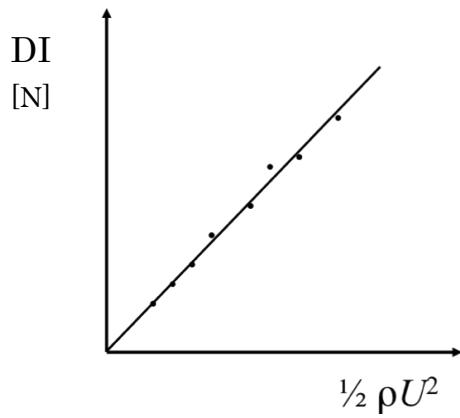

図4 円柱に働く抗力値
- (1) 実験 1 : 円柱および翼において、それぞれ表 1, 図 4 のようなグラフを作成し、その